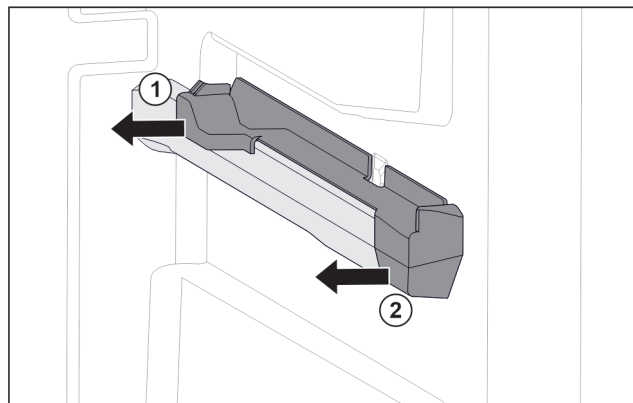

Fig. 149 Κουμπωτό εξάρτημα στη δεξιά ραβδωτή επιφάνεια δοχείων
- Τραβήξτε το κουμπωτό εξάρτημα πίσω προς το πλάι. Fig. 149 (1)
- Τραβήξτε το κουμπωτό εξάρτημα εμπρός προς το πλάι. Fig. 149 (2)